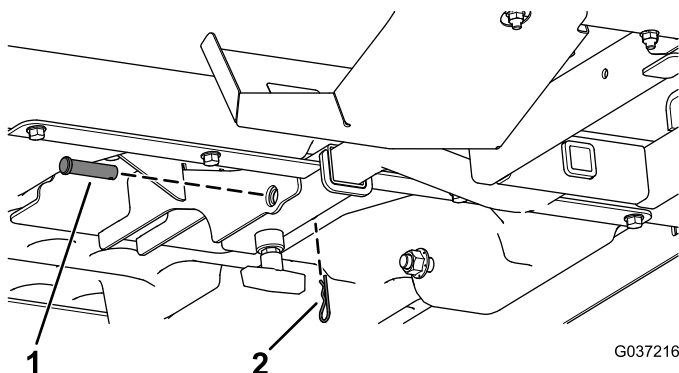

Figure 8
7. Fixez le support d'épandeur assemblé au tube récepteur à l'aide de l'axe de chape et de la goupille fendue (Figure 8).